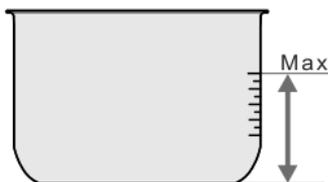

Fig. 2
2. Retire a panela de cozimento, coloque os alimentos e a água. A quantidade total de alimentos e água não deve exceder a marcação "Max" localizada no interior da panela de cozimento (Fig. 2).